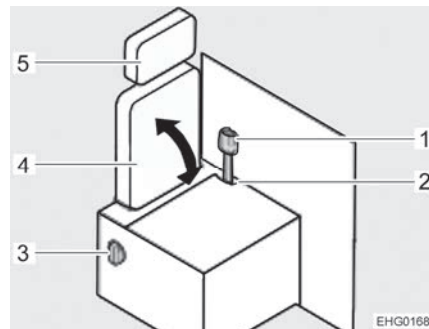

Fig. 43 Asiento plegable, montado
- Desplegar el respaldo (Fig. 43,4) del asiento plegable girando para ello el tirador giratorio (Fig. 43,3).
- Pasar el extremo de la correa (Fig. 43,1) a través de la abertura (Fig. 43,2).
- Colocar y ajustar el reposacabezas (Fig. 43,5) en el asiento plegable, véase apartado 4.10.
- Introducir el extremo de la correa (Fig. 43,1) en la abertura (Fig. 43,2)
- Plegar el respaldo (Fig. 43,4) girando el tirador giratorio (Fig. 43,3).